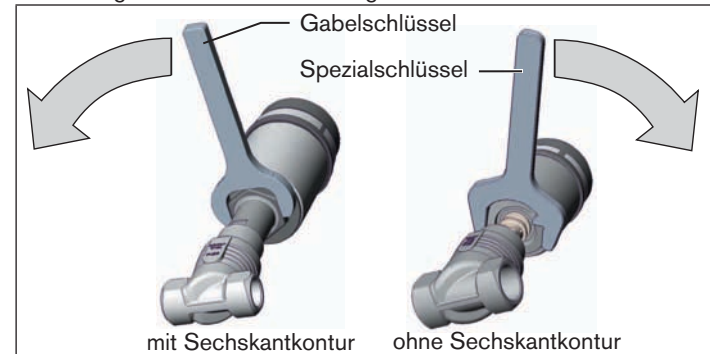

Bild 12: Drehen mit Gabelschlüssel / Spezialschlüssel
- Den Antrieb **nur im vorgegebenen Richtungssinn** drehen (siehe „Bild 12“!)